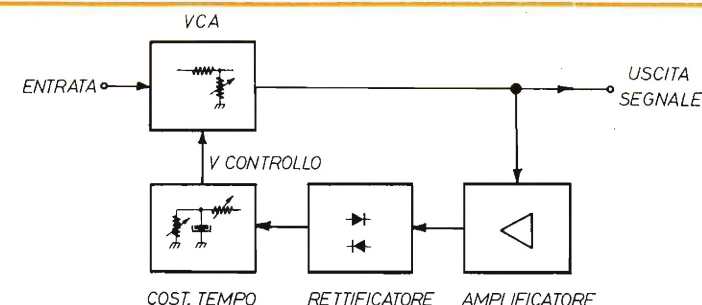

figura 1 - Schema a blocchi del compressore/limitatore di dinamica.
La grande dinamica dei segnali sia di parola che musicali impone quasi sempre di processarli, prima della loro trasmissione o registrazione, in modo tale che quelli di livello più basso non siano oscurati dal rumore e, insieme, che i segnali più ampi non sovraccarichino il dispositivo cui sono applicati. Processi atti allo scopo sono la compressione e la limitazione; questi vengono attuati con la disposizione circuitale illustrata a figura 1.
Un altro parametro da considerare è il tempo di intervento (o di attacco) e di decadimento (o di stacco): entrambi questi «ritardi» derivano dal fatto che i dispositivi in oggetto, in particolare quello di compressione, monitorando il livello del segnale processato attraverso un rettificatore (vedi figura 1), non possono operare in tempo strettamente
che se tecnicamente fattibile, i problemi che ciò comporta sono però notevoli. Infatti, con costanti di tempo così brevi, il rettificatore che monitora il segnale processato (vedi figura 1) dà luogo ad una «ondulazione» (ripple) responsabile di due fenomeni concomitanti. Anzitutto l'ondulazione della tensione controllo si sovrappone, per somma, al segnale processato; nel contempo, dato che il dispositivo attenuatore presenta sempre una certa non-linearità, da questa si origina una modulazione del segnale colla conseguente formazione di prodotti di intermodulazione (IM).